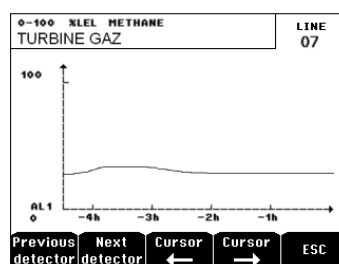

Figura 45: Exemplo de painel de visualização de curvas.
- **Curva:** Visualização da curva das medidas das 4 últimas horas (Figura 45). As teclas Cursor → e Cursor ← permitem a deslocação na escala do tempo. A linha pontilhada vertical apresenta a concentração e marcação temporal do ponto considerado. Saída de regresso à apresentação dos valores,